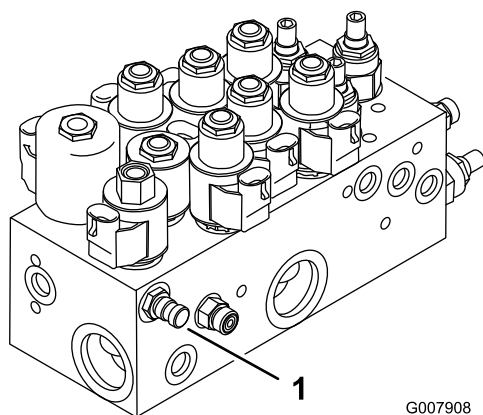
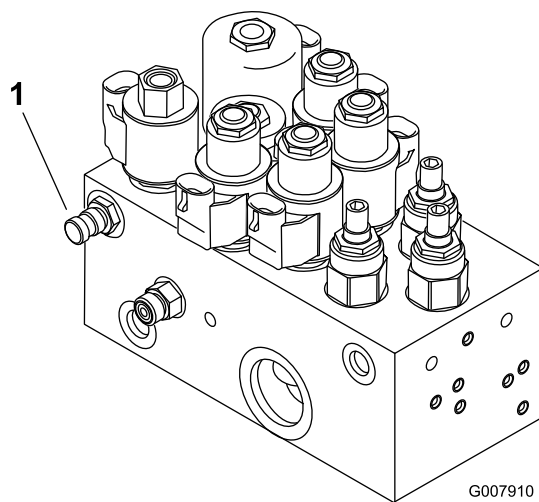

図 79
図 80
1. テストポート 図 79 と 図 80 は昇降シリンダの故障探究用です